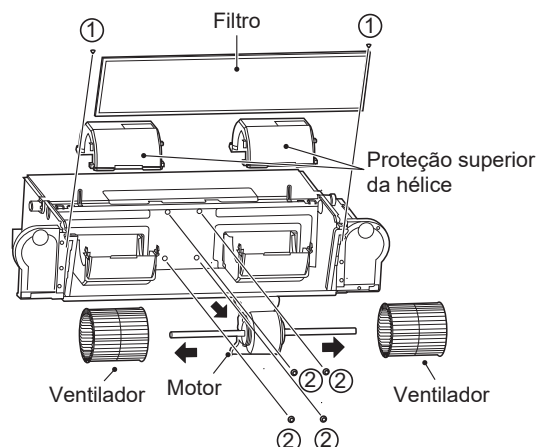

Figura 4-5 Extração do filtro, da envolvente superior e dos parafusos do motor.
- Como mostrado na Figura 4-5, retire os parafusos ① * 2 para retirar o filtro.